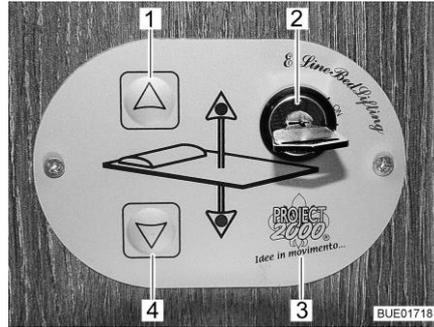

Bild 95 Bedienteil
Bedienteil Mit den Tasten (Bild 95,1 und 4) auf dem Bedienteil (Bild 95,3) wird das Hubbett abgesenkt oder angehoben. Mit dem Schlüsselschalter (Bild 95,2) wird das Bedienteil gegen unbefugte Benutzung gesichert.
- Schlüssel im Schlüsselschalter (Bild 95,2) um 90° im Uhrzeigersinn auf Stellung "On" drehen. Das Bedienteil (Bild 95,3) ist aktiviert.
- Pfeiltaste (Bild 95,4) drücken und so lange gedrückt halten, bis das Hubbett in die gewünschte Position nach unten gefahren ist.
- Pfeiltaste (Bild 95,1) drücken und so lange gedrückt halten, bis das Hubbett in die Endstellung nach oben gefahren ist.
Wenn sich das Hubbett mit den Pfeiltasten (Bild 95,1 und 4) nicht mehr bewegen lässt, zuerst die Sicherungen prüfen (siehe Abschnitt 9.13.1). Wenn die Sicherungen in Ordnung sind und sich das Hubbett trotzdem nicht bewegen lässt, kann das Hubbett manuell im Notbetrieb bedient werden.